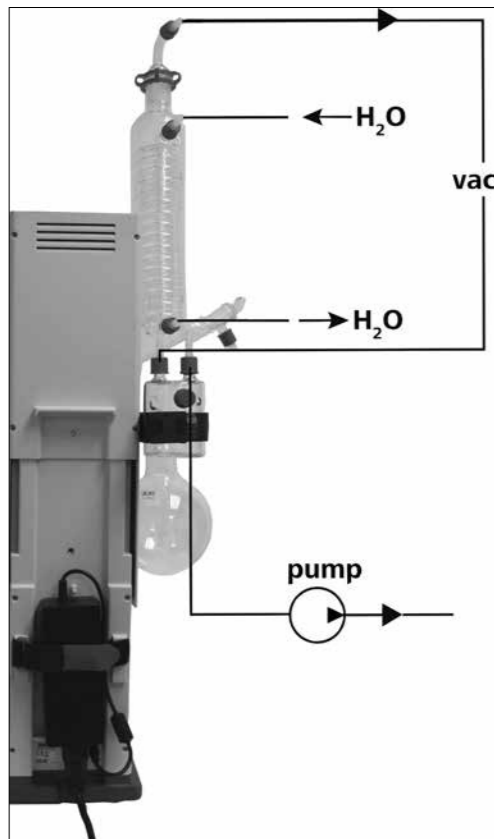

Fig. 20
- 역류 원리 에 따라 물 호스(H2O)를 냉각기에 연결합니다. (Fig. 20)